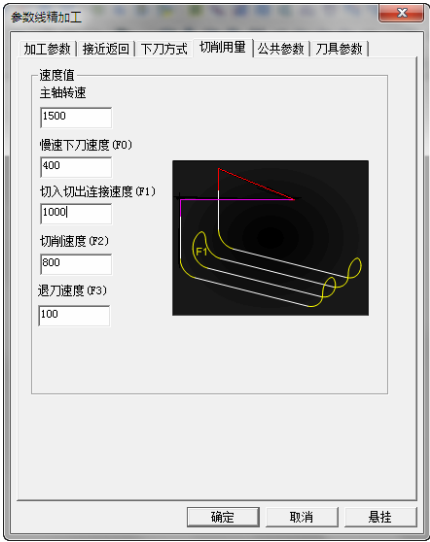

图 8-106 “切削用量”选项卡
4) 单击“切削用量”选项卡，设置“主轴转速”“慢速下刀速度”“切入切出连接速度”“切削速度”“退刀速度”具体参数数值，如图 8-106 所示。